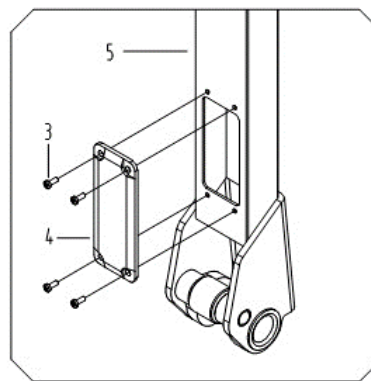

Рисунок 2
- См. рисунок 2. Открутите винт (3), и выньте накладку (4) из узла ручки (5).